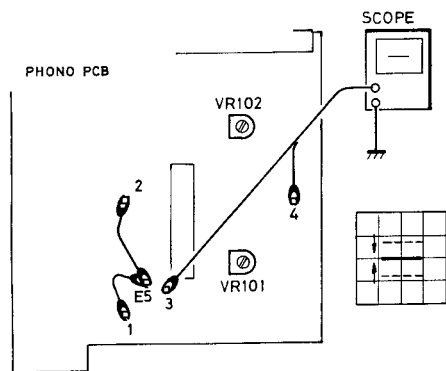

Fig. 3
Before making adjustment short-circuit pin 1 (pin 2 for R-ch) to pin E on PR-123 p-c board, to avoid servo effect. (Fig. 3)
When DC output appears on the screen (the trace will shift upwards or downwards as shown in Fig. 3), adjust potentiometer VR101 (VR102 for R-ch) on PR-123 p-c board so that the DC voltage present at
1. Régler la commande de gain vertical de l'oscilloscope sur 0,1 V/cm et la commande d'entrée verticale sur GND. Amener la trace en position centrale sur l'écran puis régler la commande d'entrée verticale sur CC. Avant d'effectuer ce réglage, court-circuiter la broche 1 (broche 2 pour le canal de droite) et la broche E sur la plaquette PR-123 afin d'éviter l'effet de rétroaction (Fig. 3).
2. Brancher l'oscilloscope sur la broche 3 (broche 4 pour le canal de droite) et la broche E. Amener le sélecteur de fonction sur la position PHONO (MC) et la commande de volume au minimum. Mettre sous tension. Lorsque la sortie CC apparaît sur l'écran (la trace est décalée vers le haut ou vers le bas comme illustré sur la Fig. 3), ajuster le potentiomètre VR101 (VR102